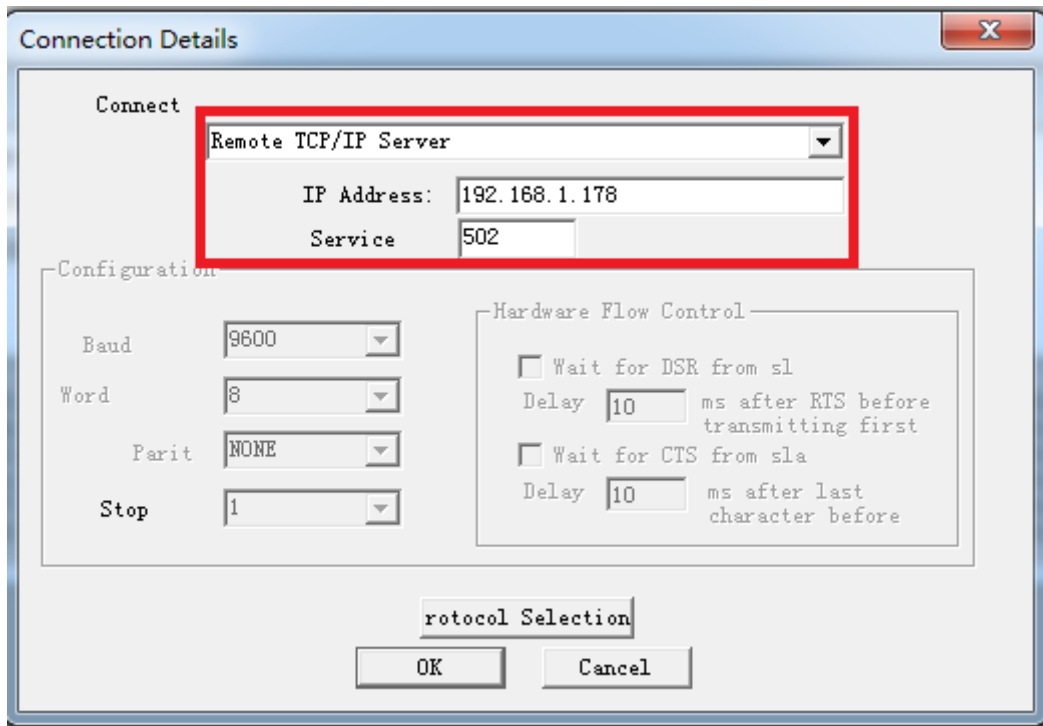

图 1
2. 选择菜单 Connection/Connect, 选择 Remote TCP/IP Server, 输入 QSK NET-KV 的 IP 地址, Service 端口为 502; 点击 [OK] 按钮, 如图 1 所示。